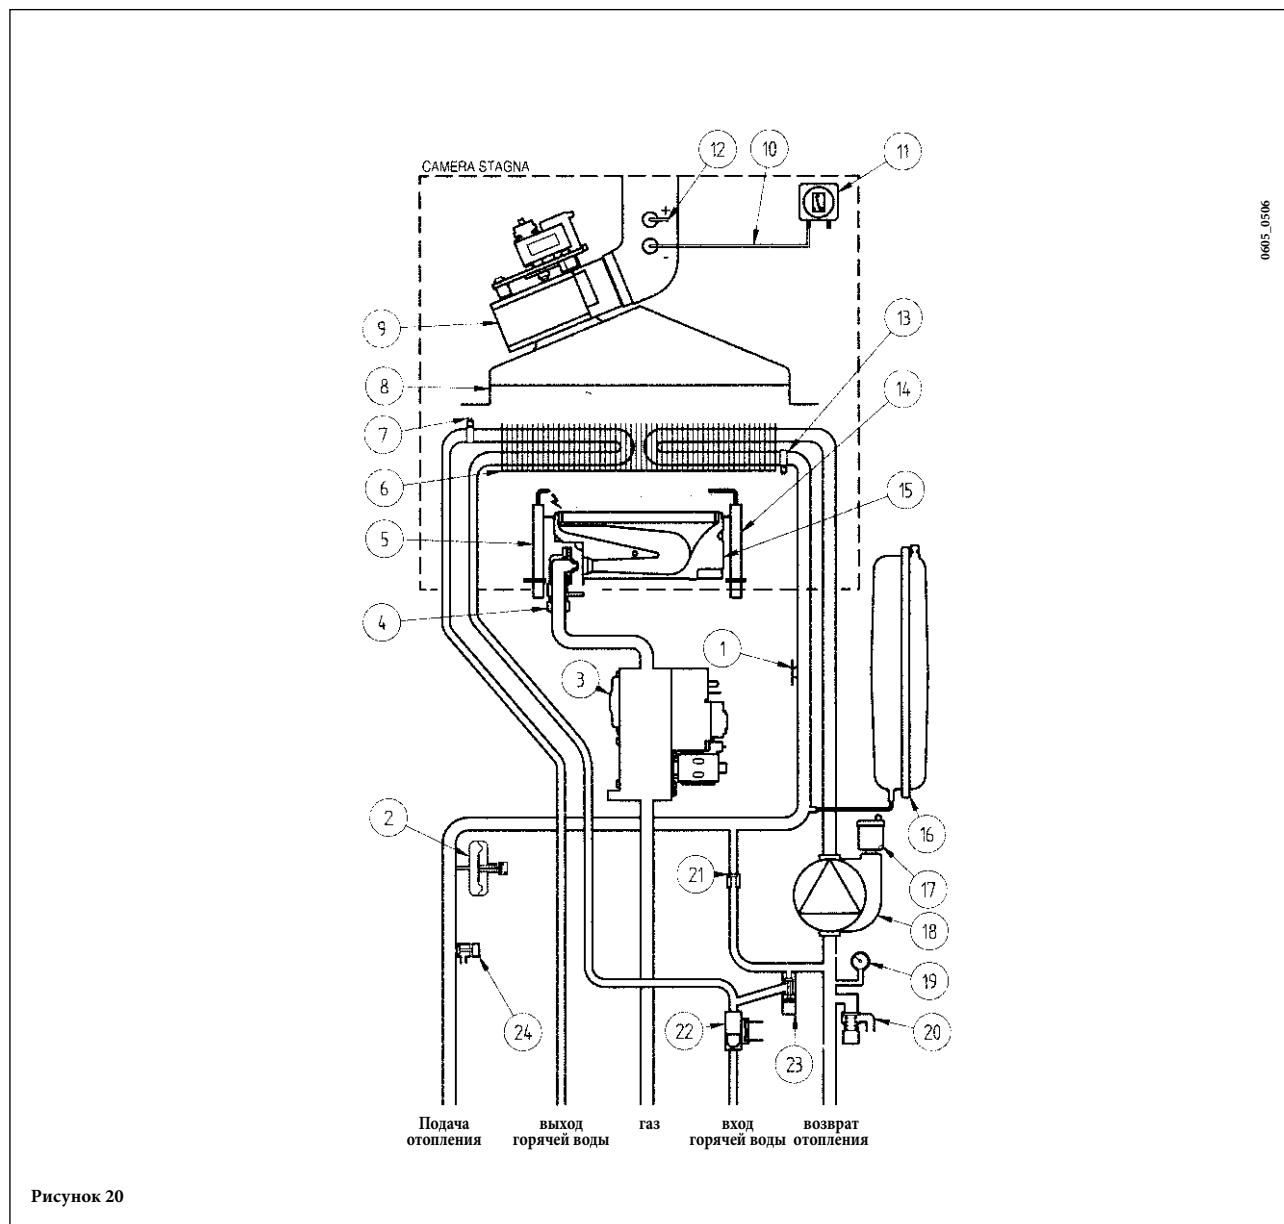

Рисунок 20
Данное устройство (15 - рисунок 20) обеспечивает включение горелки только при условии эффективного отвода продуктов сгорания. В следующих случаях аномалий:
- при разрыве контакта между реле давления и устройством Вентури (16-17 рисунок 20) котел будет заблокирован и будет мигать индикатор E03 (см. таблицу параграфа 10).
Электрод определения (18 . рисунок 20), расположенный справа от горелки, блокирует котел в случае отсутствия газа или при неполном включении горелки.
Данное устройство (3 - рисунок 20 - 21) обеспечивает включение горелки только при давлении в системе отопления выше 0,5 бар.
Данное устройство (28 - рисунок 20), настроенное на 3 бар, установлено в контуре отопления.